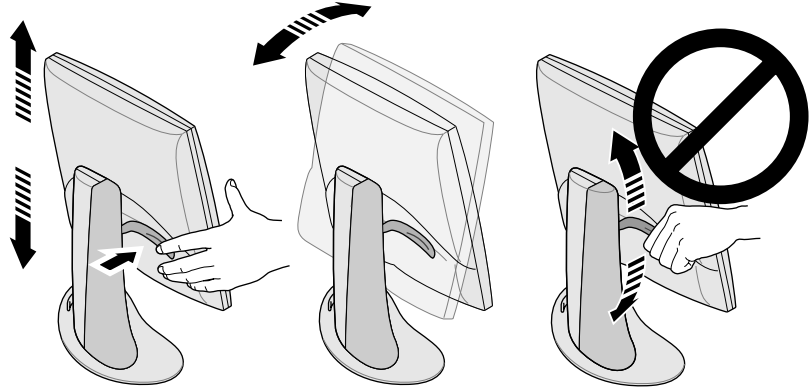

Figura 1-3 Ajuste de la altura e inclinación
2. Eleve el monitor hasta su posición más alta. Esto facilita el desmontaje de los tornillos. Véase la Figura 1-3.